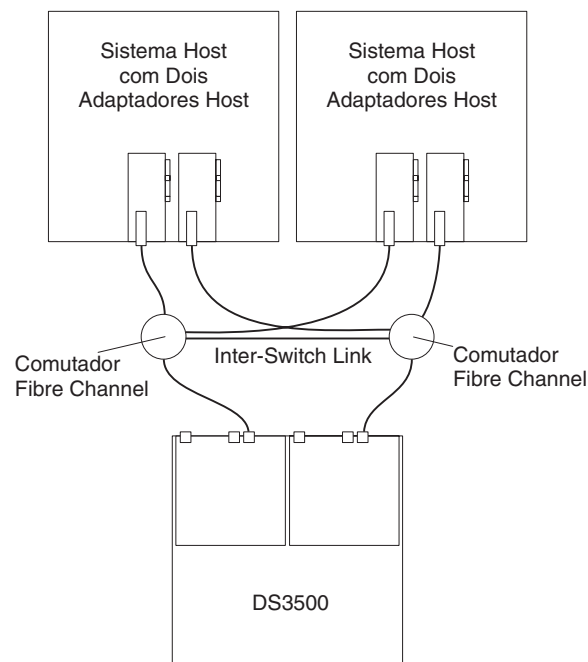

Figura 3-46. Exemplo de uma Configuração de Malha SAN Fibre Channel Única
- Configuração de malha SAN simples, conforme mostrado na Figura 3-46
Na Figura 3-46, os comutadores Fibre Channel estão conectados juntos através de ISL (Inter-Switch Link) para formar uma única malha SAN.